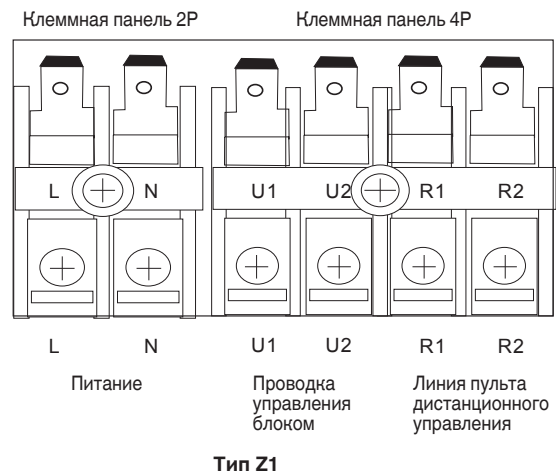

Рис. 4-2
- (1) См. Раздел 4-2. «Рекомендуемая длина и диаметр проводки для системы питания» для получения пояснений размеров «А», «В», «С», «D» и «Е» на приведенной выше схеме.
- (2) На принципиальной схеме соединений внутреннего блока показаны клеммные панели, однако клеммные панели вашего оборудования могут отличаться от данной схемы. (Рис. 4-2)
- (3) Перед включением питания необходимо установить адрес цепи хладагента (R.C.).
- (4) Что касается установки адреса пульта дистанционного управления, см. инструкции по установке, прилагаемые к пульту дистанционного управления (дополнительное оборудование). Установка адреса может автоматически выполняться пультом дистанционного управления. См. инструкции по установке, прилагаемые к пульту дистанционного управления (дополнительное оборудование).